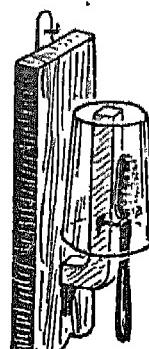

Fig. 8. — Un support pratique, pour votre brosse à dents.
3. Un support pratique. — On doit ranger sa brosse à dents à l'air, pour qu'elle puisse sécher, mais à l'abri de la poussière. Le petit support, facile à réaliser en bois, représenté par la fig. 8, permet de satisfaire à cette double condition,